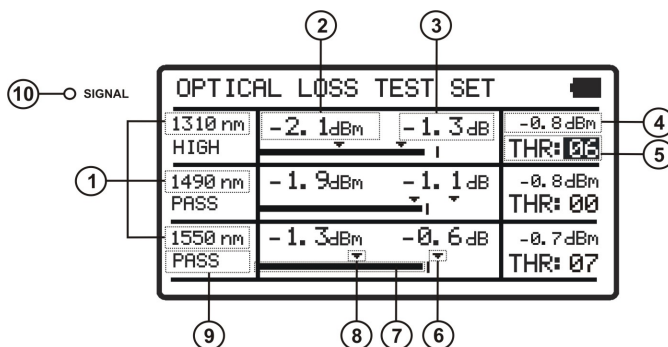

Figure 5.- Écran OPTICAL LOSS TEST SET.
- 3.- Appuyez sur **SEL**  [2] ou **CONFIG**  [4] pour rentrer a l'écran (voir figure 5).